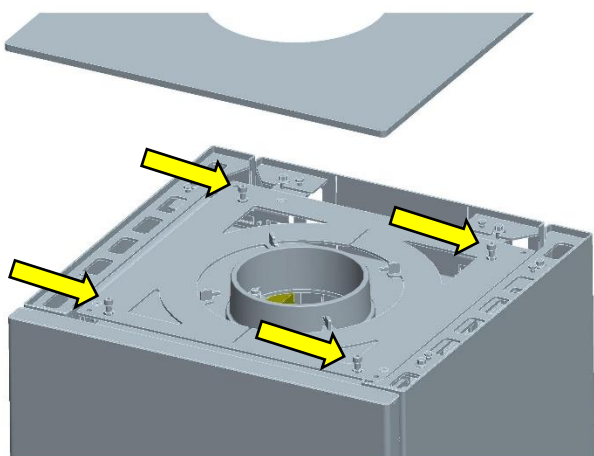

Fig. 7 Retirer le couvercle en acier, retirer les vis de support
1. Retirer le couvercle en acier (détaché) et retirer complètement les 4 vis de support avec les écrous de blocage (Fig. 7 Retirer le couvercle en acier, retirer les vis de support